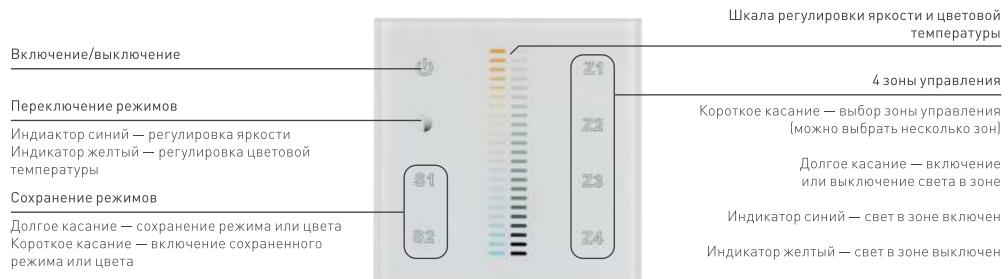

Рисунок 3. Назначение сенсорных кнопок.
3.10. Проверьте управление лентой с панели [Рис.3].